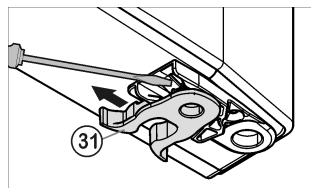

Fig. 6
- ▶ Sette fjærklemmen *Fig. 6 (31)* over på den andre siden: Trykk låsekroken ned, trekk fjærklemmen ut og av.